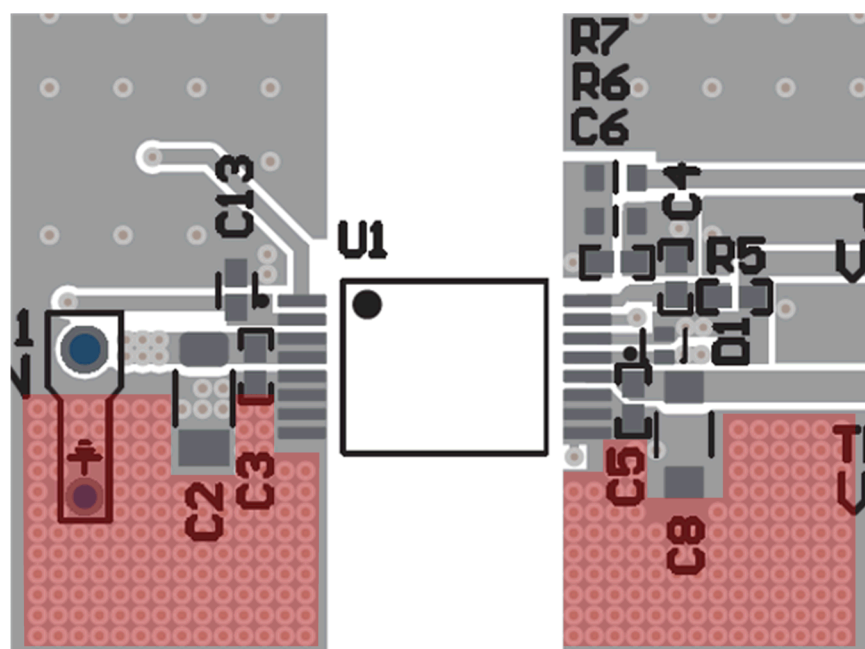

図 3-10. サーマルビア
- f. 図 3-10 にレイアウトの例を示します。銅の面積が少ない場合は、ピン 5 ~ 8 (1 次側) と 9 ~ 11 (2 次側) の近くに配置し、設計で可能な限り多くのサーマルビアを使用します。